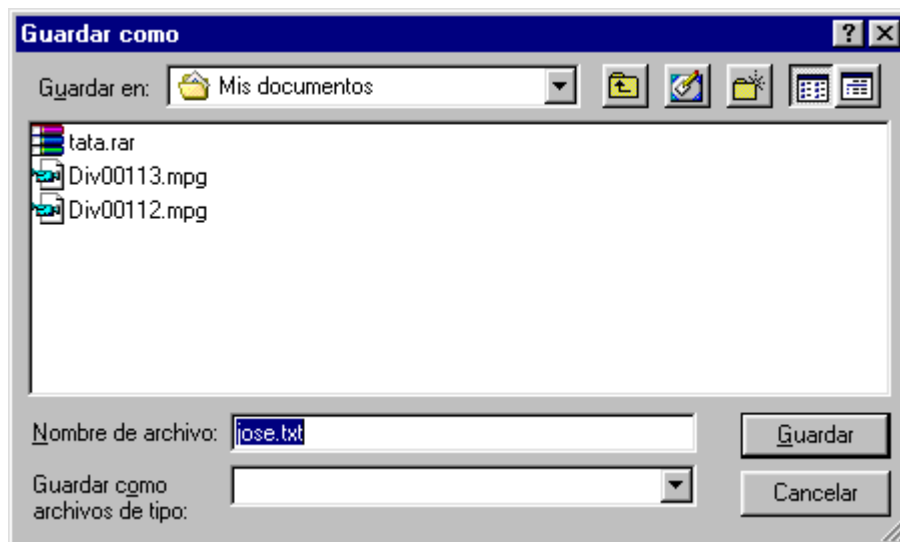

Figura C.5. Ventana Guardar como
3. Cuando la aplicación ha recibido todas las tramas correctamente, aparece una ventana para seleccionar la ruta donde se desea guardar el archivo recibido (Figura C.5) y se envía una señal de control indicando el final de la transmisión.